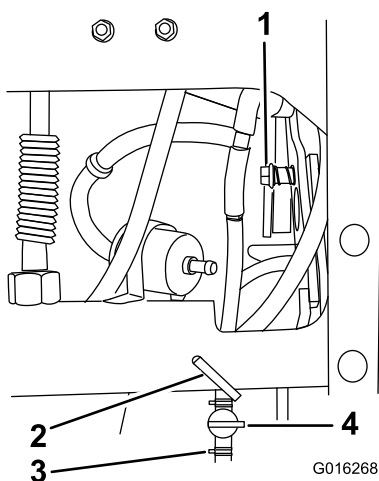

図 25
4. 燃料バルブにホースとクランプを接続し、ケーブルタイを使ってホースを機体に固定する（図 25）。
5. デッキの昇降ハンドル部に、圧縮スプリングとショルダボルトを取り付ける（図 25）。